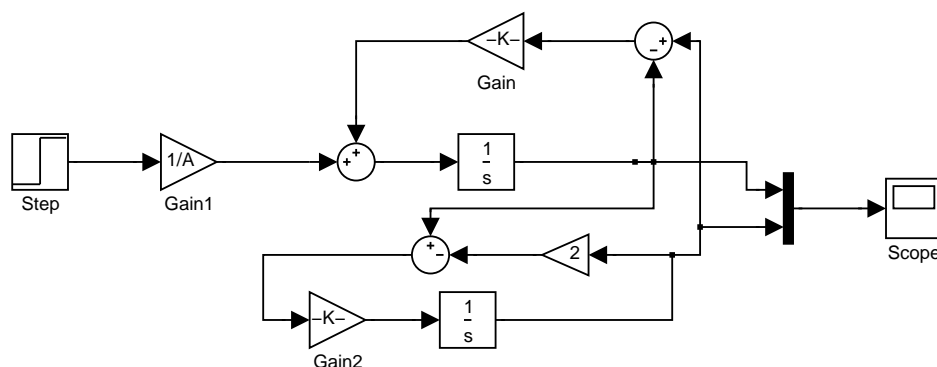
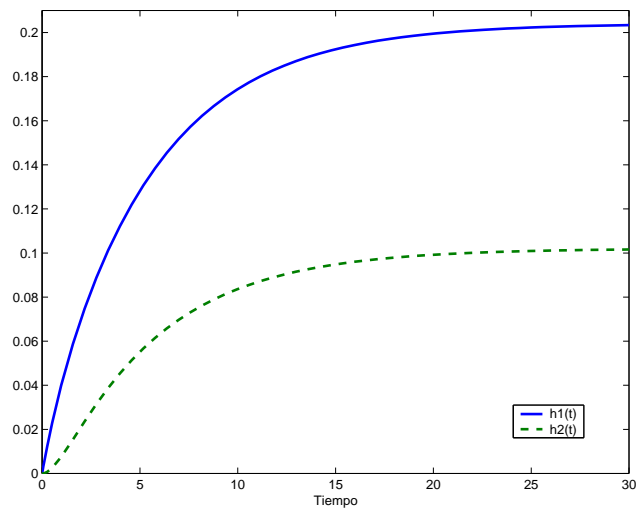

Figura 3: Representación en SIMULINK del sistema linealizado
Figura 5: Estados linealizados
Para simular el sistema linealizado (5) en SIMULINK usamos el diagrama de la Figura 3 tomando  $A = 10$ ,  $A_s = 1$ ,  $g = 9.8$  y  $Q = 2$ . La dinámica de los estados  $h_{1\delta}$  y  $h_{2\delta}$  la podemos ver en la Figura 5 cuando la entrada es un valor constante de perturbación,  $q_{i\delta} = 0.5$ .